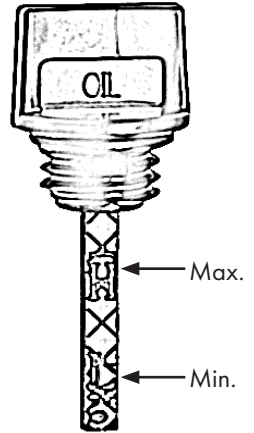

Figure 10
- Lisez le niveau d'huile, voir aussi la figure 10.
Il doit y avoir un film d'huile entre le repère supérieur et le repère inférieur. S'il n'y a pas de film d'huile, le niveau d'huile est trop bas, fig. 10. Ajoutez de l'huile. H-High signifie maximum. L-Low signifie minimum.